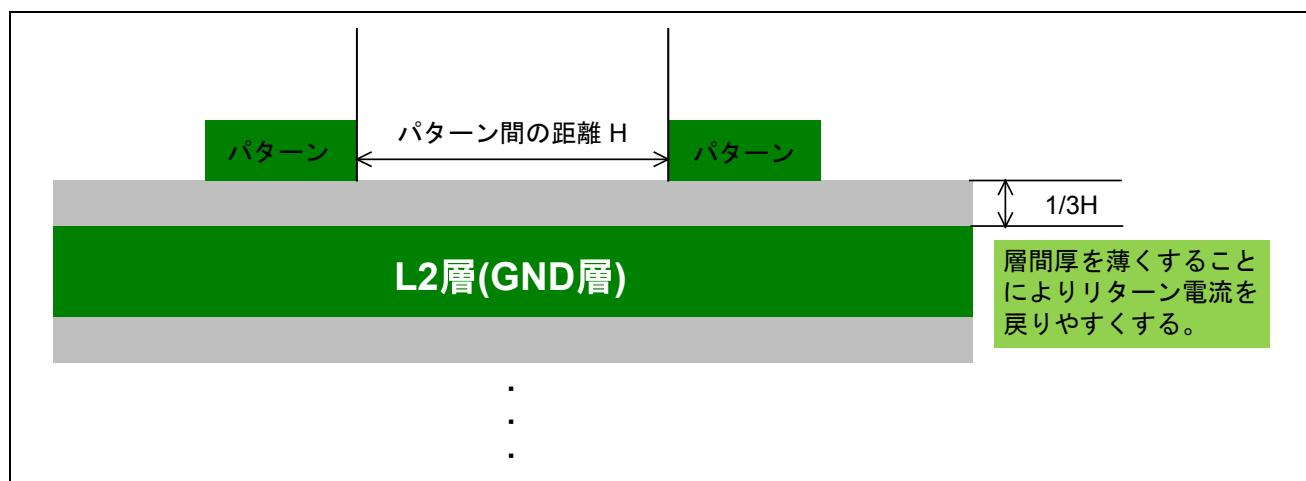

図3 リターン電流(層間厚)
7. L3 層-L4 層間を除く層間厚は、リターン電流を戻しやすくするために、並走するパターン間(H)の 1/3(1/3H)で設計します。(図 3 参照)なおインピーダンスコントロール対象の信号がある場合、層間厚はインピーダンスに影響がありますので、基板厚を検討する際はインピーダンスコントロールを考慮して設計します。Ethernet 通信ボードでは、インピーダンスコントロールと今回設計を依頼した基板メーカーの対応可能な層間厚により、L3 層-L4 層間を除く層間厚を 0.1mm としています。